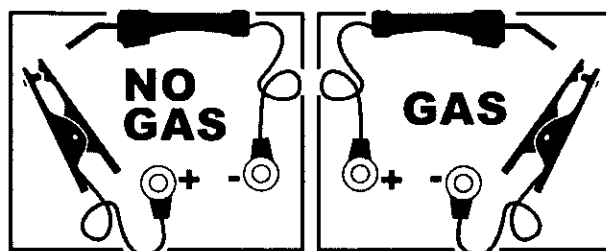

Figura 8. Cambio de polaridad
- B. Para soldadura con gas (MIG), instalar el anillo de la abrazadera para tierra en el borne "-" y el anillo de la antorcha en el borne "+". Ver la configuración en la Figura 8.